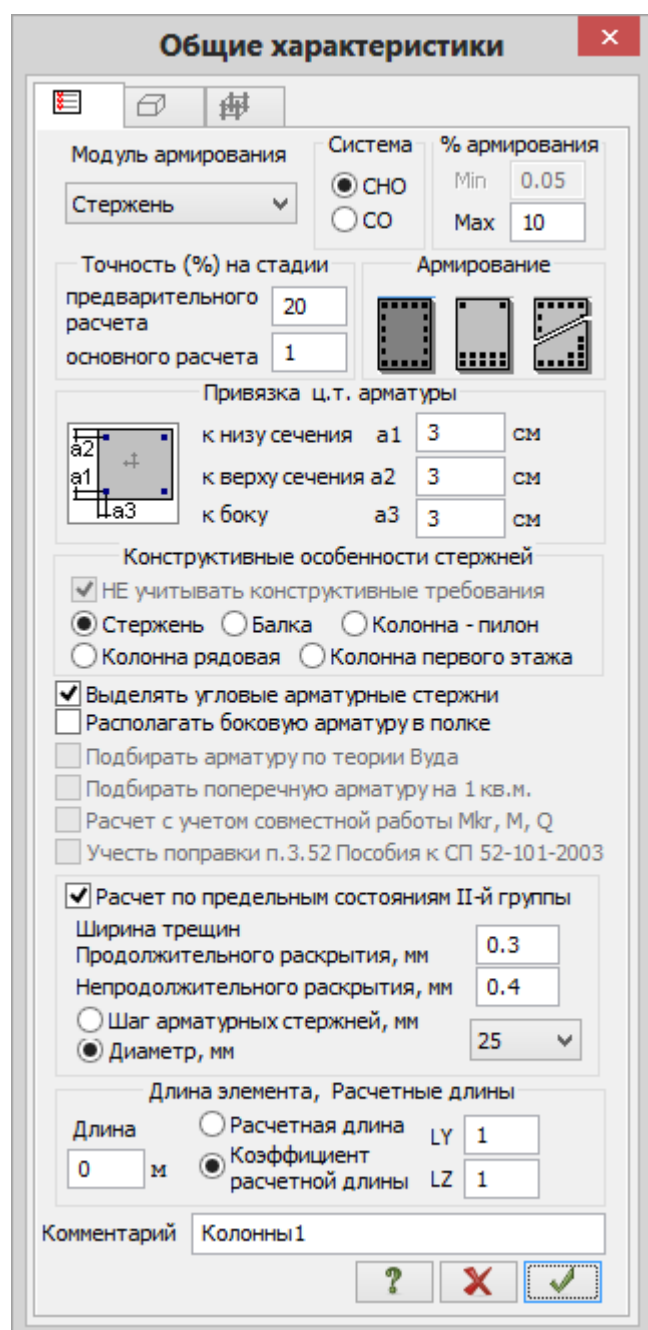

Рис.21.8. Диалоговое окно **Общие характеристики** (для колонн)
- На экран выводится диалоговое окно **Общие характеристики** (рис.21.8), в котором задайте следующие параметры для колонн: